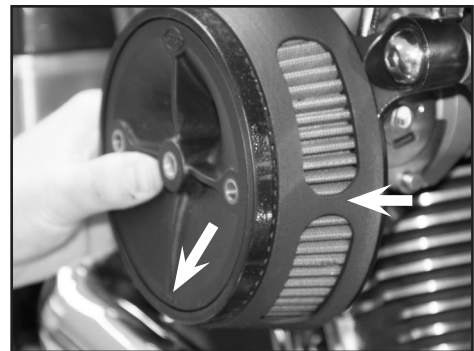

Figura 10
15. Sujete el filtro en la tapa. Si el silenciador tiene una apertura simple, colóquelo en la posición de las 3 en punto. Si el silenciador tiene dos aperturas coloque el separador entre ellas en la posición de las 3 en punto. Coloque la placa superior de filtro en la parte superior del filtro, asegurándose de que la cubierta quede bien asentada en el filtro y encajada en la ranura. La palabra "Abajo" debe estar encarada hacia abajo como se muestra en la **figura 10**.